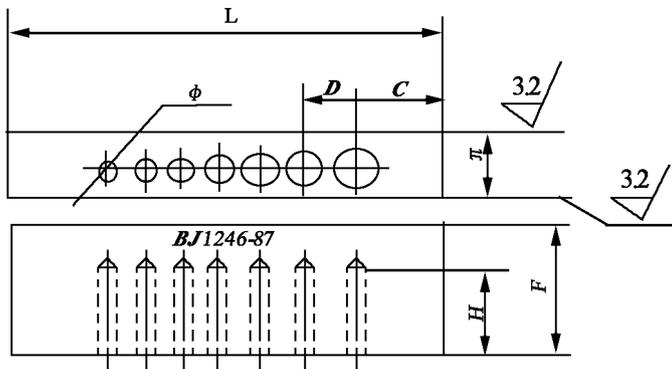

图 1 横孔透度计
- 2.5.1 使用横孔透度计,型号与尺寸如图 1 和表 3 所示。透度计材料应与被探工件相同或选用密度相近的其它石墨。